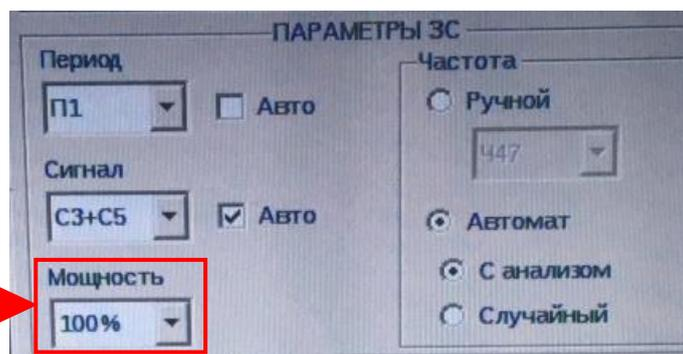

Рис. 2.39. Установка мощности
- мощность – 100 % (рис. 2.39);